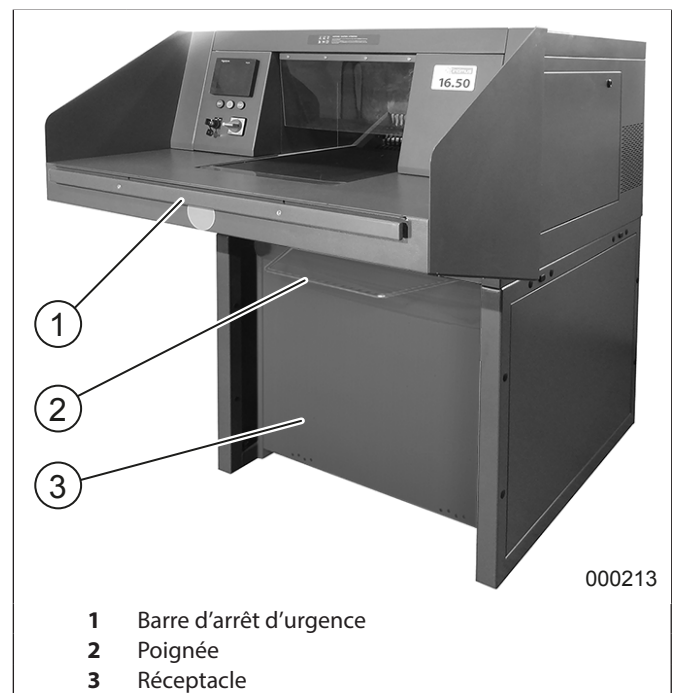

fig. 9 Destructeur avec réceptacle
- le récipient (fig. 9) est repoussé en butée.
- le récipient (fig. 9/3) est-il repoussé en butée?
- le récipient (fig. 9/3) est-il plein?